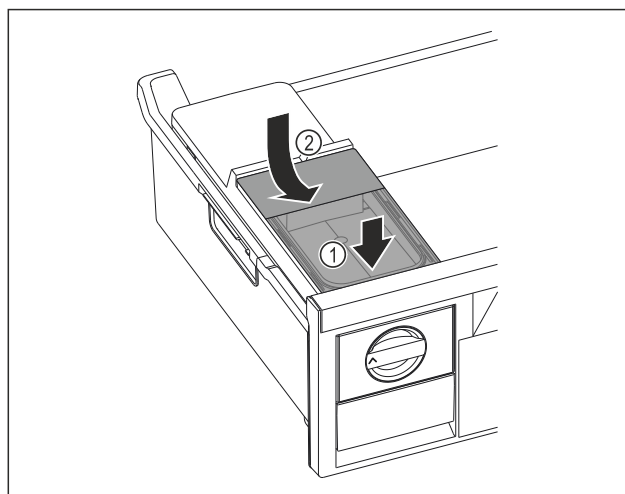

Fig. 80
- Nasad'te vpředu nádržku na vodu. Fig. 80 (1)
- Spusťte nádržku na vodu vzadu dolů. Fig. 80 (2)